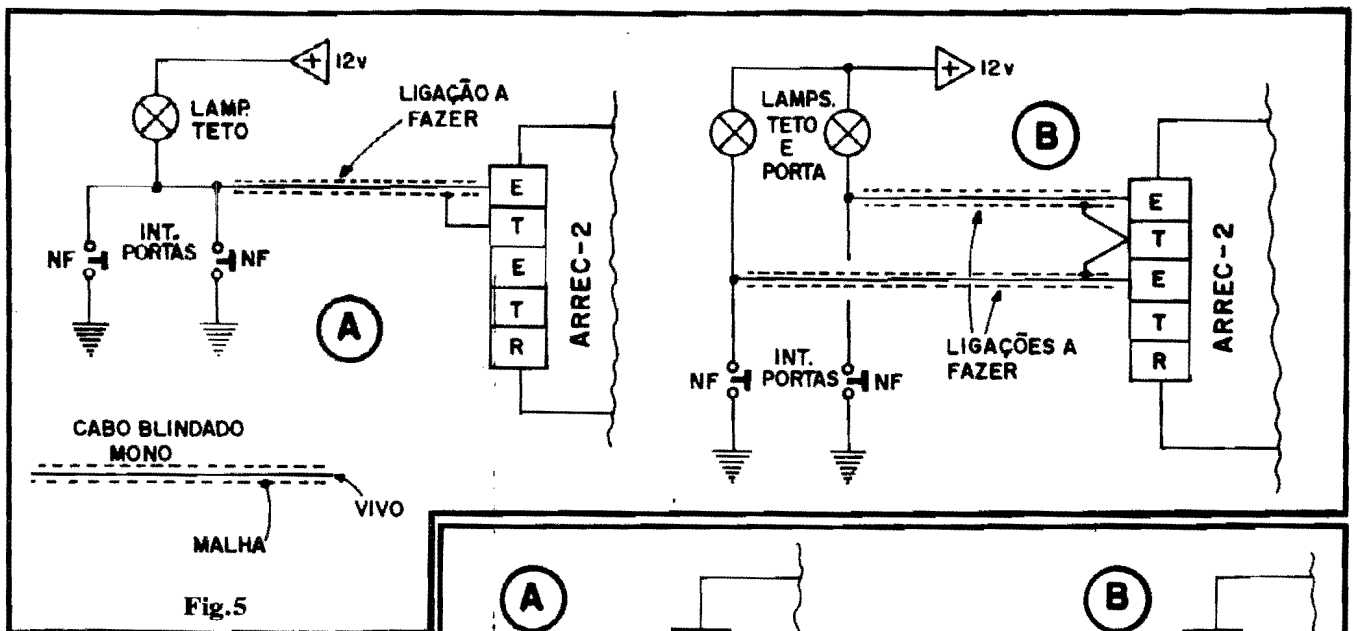

Fig.5
- FIG. 5 - INSTALAÇÃO DAS "ENTRADAS DE DISPARO" - As conexões de instalação do ARREC-II são simples, porém exigem alguns cuidados... Assim, optamos por mostrá-las por etapas, de modo a mais facilmente o Leitor/Hobbysta poder "pegar" cada ponto importante... Primeiramente falando das Entradas de controle ou sensoramento, observem que há, pelo menos, **dois** métodos de ligação: no caso 5-A para os carros onde os tais interruptores de porta controlam, conjuntamente, uma única "lâmpada de teto"; já em 5-B para o caso de interruptores de porta controlando individualmente "luzes de cortesia" distintas. Observem que as ligações a serem feitas - para pre-
- Se o cabo do dito botão de REARMAR tiver que ser estabelecido num percurso muito longo, passando por sobre outras fiações já existentes no sistema elétrico do veículo, podemos proteger a sua instalação contra a captação de pulsos interferentes, simplesmente efetuando-a **também** com um condutor blindado mono (como foi sugerido para as Entradas de disparo, na fig. 5...). No caso, observar bem as necessárias ligações à malha do dito cabo blindado, tanto a um dos terminais do **push-button** quanto ao terminal "T" da barra de conectores do ARREC-II...